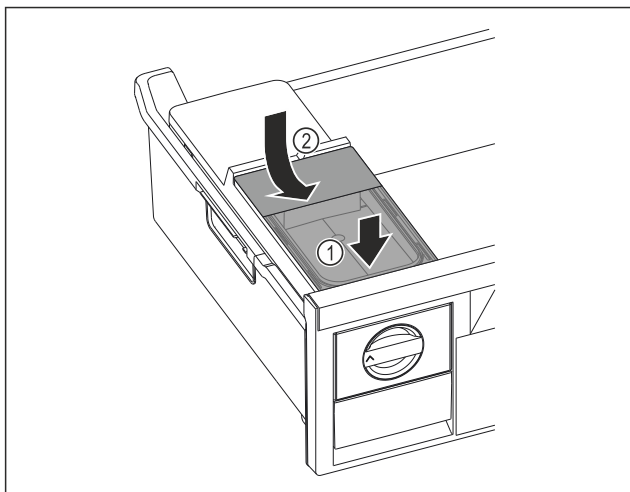

Fig. 101
- ▶ Sett fast fronten på vannbeholderen. Fig. 101 (1)
- ▶ Senk vannbeholderens bakdel. Fig. 101 (2)